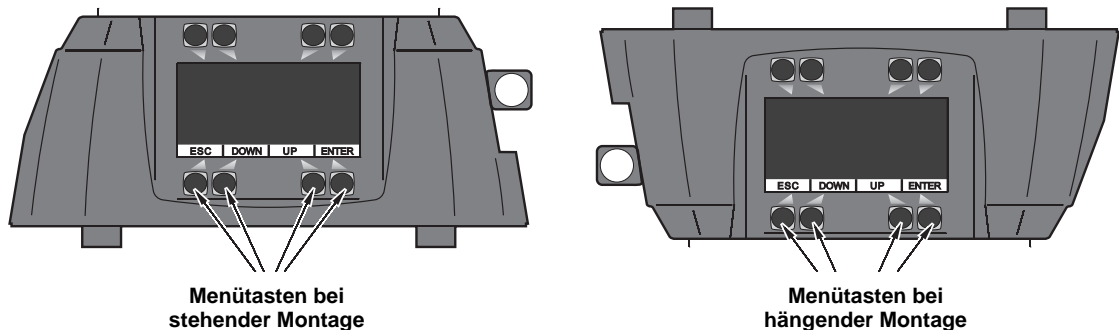

Bild 3: Gerätemenü
3. Siehe Bild 3. Setzen Sie die Omega-Adapter auf die Aufnahmen an der Basis des Gerätes. Führen Sie die Schnellverschlüsse ein und verriegeln Sie sie durch eine Viertelumdrehung im Uhrzeigersinn.
- Siehe Bild 3. Die Tasten sind doppelt vorhanden. Drücken Sie je nach Lage des Gerätes eine Taste der unteren Reihe, um das LC-Display entsprechend auszurichten.